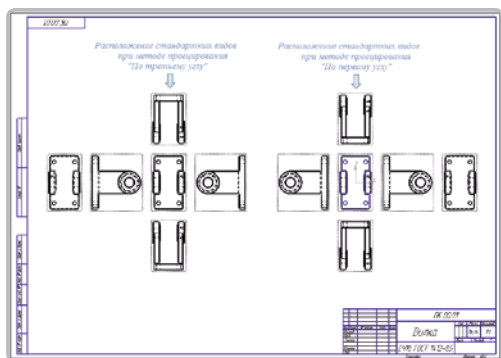

Рис. 3. Расположение стандартных видов при разных методах проецирования
Опция будет полезна иностранным пользователям и пользователям, работающим на зарубежных заказчиков. В некоторых европейских странах и в США часто используется метод проецирования «По третьему углу», что соответствует ISO 128-30 2001 (E), в то время как для отечественного пользователя более привычен метод «По первому углу», соответствующий ГОСТ 2.305-68. Конечно, и ранее можно было добиться нужного результата простым перемещением видов, но это отнимало драгоценное время. Теперь же достаточно выбрать необходимый метод проецирования перед созданием видов. На рис. 3 приведены результаты выполнения проецирования разными методами.